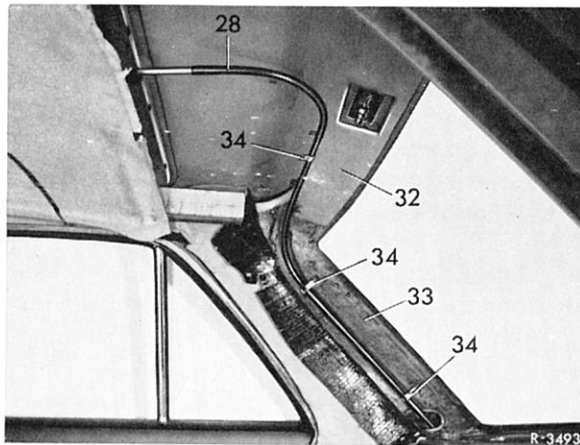

Bild 78–1/12
14 Rohrschellen (34) an der rechten Hecksäule (33) und am hinteren Dachrahmen (32) abschrauben (Bild 78–1/12).